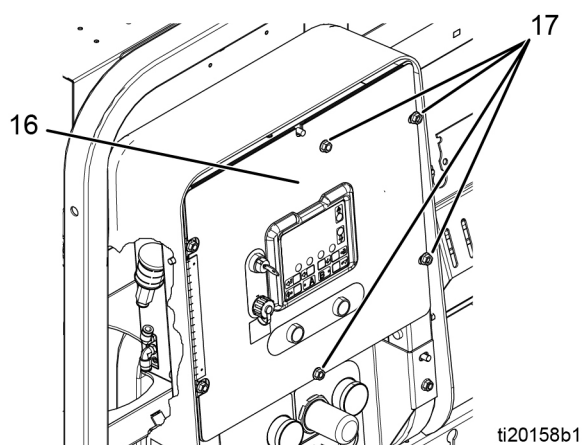

FIG. 3
2. Retirer les quatre écrous (21), puis retirer les protections avant et arrière (19, 20).
3. Retirer quatre écrous (17) ; laisser deux écrous serrés sur le côté gauche du panneau. Ouvrir le panneau avant du boîtier de commande (16). Voir FIG. 3.